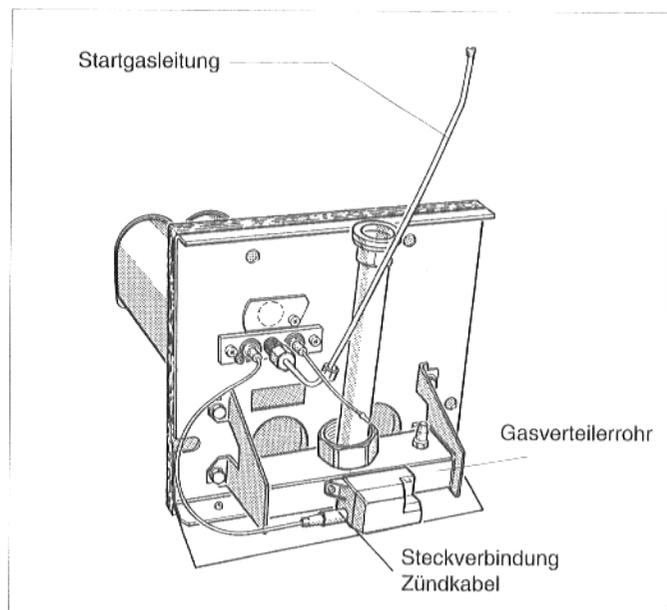

Abb. 43: Gasbrenner
- Steckverbindung des Zündkabels am Taktzylinder lösen (Abb. 43).
- Startgasleitung am Startbrenner lösen (Abb. 43).
- Startgasdüse (Erdgas: \varnothing 0,4 mm, Kennzeichnung: 4; Flüssiggas: \varnothing 0,225 mm, Kennzeichnung: 225) und Luftsieb herausnehmen und ausblasen (Abb. 43).
- Die vier Befestigungsmuttern des Gasverteilerrohrs am Brennerschild lösen und Gasverteilerrohr vom Brennerschild trennen (Abb. 43 und 44).